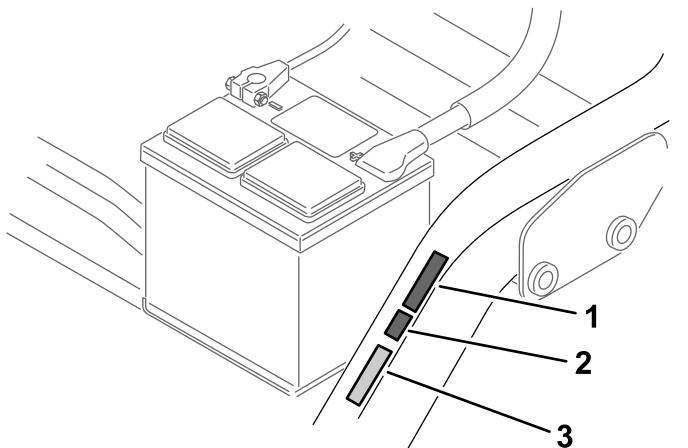

Figure 15
- Apposez l'autocollant de la marque de conformité CE à côté de la plaque du numéro de série (Figure 15).
- Apposez l'autocollant de l'année de production CE près de l'autocollant de marque de conformité CE (Figure 15).